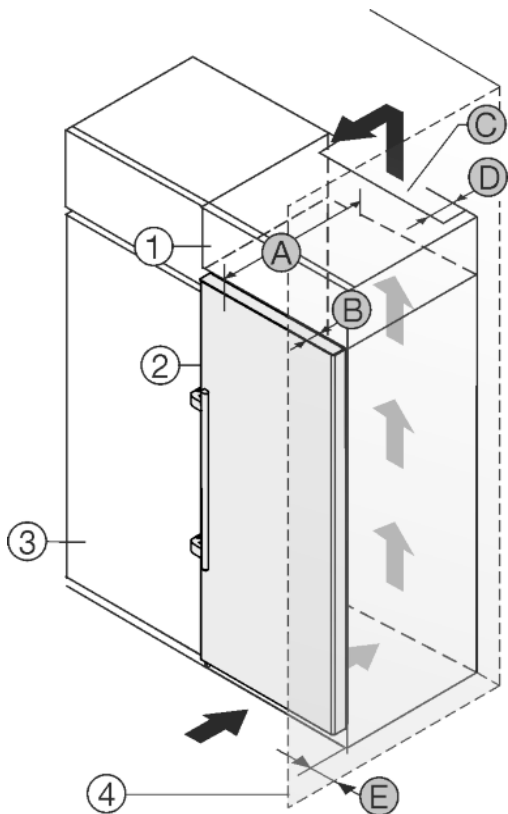

Fig. 30
Urządzenie może zostać obudowane szafkami kuchennymi. Aby dopasować urządzenie Fig. 30 (2) do wysokości ciągu szafek kuchennych, można nad urządzeniem umieścić szafkę nasadzaną Fig. 30 (1).
Urządzenie można ustawić bezpośrednio obok szafki kuchennej Fig. 30 (3). By móc całkowicie otworzyć drzwi, urządzenie musi wystawać przynajmniej o głębokość Fig. 30 (B) za front szafki kuchennej. W zależności od głębokości szafek kuchennych oraz od zastosowania elementów dystansowych urządzenie może wystawać jeszcze bardziej.
- Na tylnej ścianie szafki nasadzonej wymagany jest wywiewny kanał wentylacyjny o głębokości Fig. 30 (D) na całej szerokości szafki.
- Pod sufitem pomieszczenia należy zachować przekrój odpowietrzający Fig. 30 (C).
Jeżeli urządzenie będzie ustawiane z zawiasami do ściany Fig. 30 (4), to pomiędzy urządzeniem i ścianą należy zachować odstęp Fig. 30 (E). Na taką odległość wystaje klamka przy otwartych drzwiach.